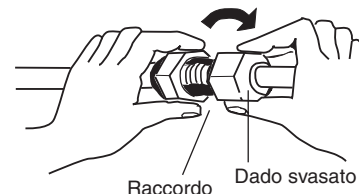

Fig. 5-5
- (3) Per un collegamento corretto, allineare il tubo di raccordo e quello svasato diritti uno rispetto all'altro e quindi, inizialmente, avvitare leggermente il dado flangiato in modo da ottenere un contatto uniforme. (Fig. 5-5)